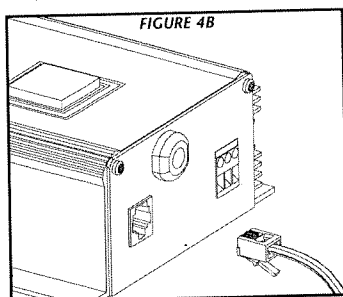
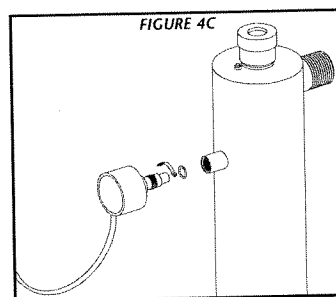

FIGURE 4B
FIGURE 4C
2. Avant d'enlever le capteur, exécuter les étapes décrites à la section " manchon de quartz – remplacement / nettoyage". On devrait toujours nettoyer le manchon de quartz en même temps que le capteur UV. Déconnecter le capteur UV du contrôleur Platinum ICE : déconnecter le câble du capteur (Figure 4b). Pour enlever le capteur, saisir la partie en acier inoxydable du capteur, et effectuer une rotation antihoraire (Figure 4c) pour séparer le capteur du connecteur fileté.